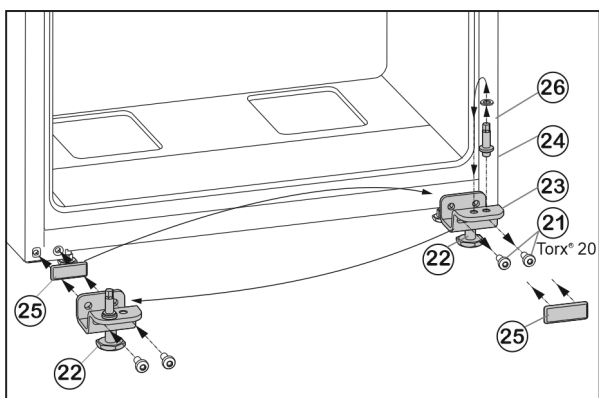

Fig. 7
► Noskrūvējiet stiprinājuma skrūves Fig. 7 (21).
► Noņemiet apakšējo gultņa balstu Fig. 7 (23) kopā ar gultņa skrūvi Fig. 7 (24), paplāksni Fig. 7 (26) un kājiņu Fig. 7 (22).
► Noskrūvējiet gultņa skrūvi Fig. 7 (24) kopā ar paplāksni Fig. 7 (26), pārlieciet gultņa balsta pretējā caurumā un atkal pieskrūvējiet.
► Uzmanīgi noņemiet aizsargplāksni Fig. 7 (25) un pārlieciet pretējā pusē.
► Atkal pieskrūvējiet apakšējo gultņa balstu Fig. 7 (23) kopā ar gultņa skrūvi Fig. 7 (24), paplāksni Fig. 7 (26) un kājiņu Fig. 7 (22) jaunajā eņģu pusē, ja nepieciešams ar akumulatora skrūvgriezi **stingri (ar 4 Nm)**.
► Uzlieciet apakšējās durvis no augšas uz gultņa skrūves Fig. 7 (24).
► Ievietojiet vidējo gultņa balstu (13), pagrieztu par 180°, apakšējās durvis un pieskrūvējiet ar stiprinājuma skrūvēm (11) (2 reizes Torx® 20) jaunajā eņģu pusē **stingri (ar 4 Nm)**.
► Uzlieciet atpakaļ plastmasas paplāksni (10).
► Izskrūvējiet kājiņu Fig. 7 (22) no apakšējā gultņa balsta Fig. 7 (23), līdz tā balstās uz grīdas.